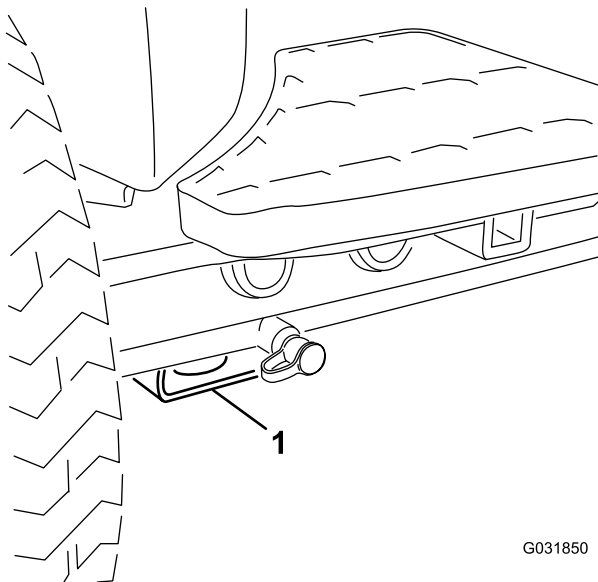

Figura 63
- **Parte delantera de la máquina** – bloque rectangular, debajo del tubo del eje, al interior de cada rueda delantera (**Figura 63**).